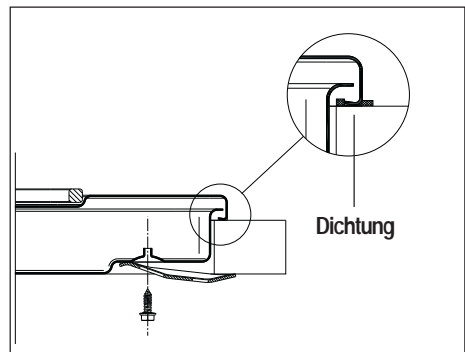

Abb. 13
- zuletzt die Kochmulde anhand der mitgelieferten Befestigungswinkel am Möbel befestigen (siehe Abb. 13). Die Schrauben durchdringen beim Anziehen die Dichtmasse, deren Überschuss daher mühelos entfernt werden kann.